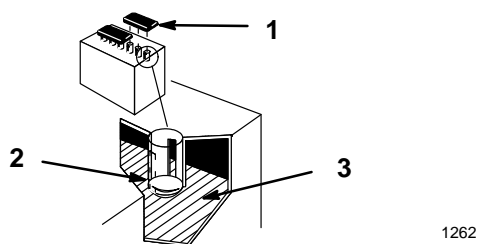

Figure 53
1. Retirer les couvercles pour voir l'intérieur des éléments. L'électrolyte doit arriver jusqu'au bas des tubes (Fig. 53). Ne pas laisser le niveau de l'électrolyte descendre en dessous du sommet des plaques (Fig. 53).
2. Soulever le couvercle des éléments et le déposer (Fig. 53).
3. Verser lentement de l'eau distillée dans chaque élément de la batterie jusqu'à ce que le niveau arrive au bas du tube (Fig. 53).